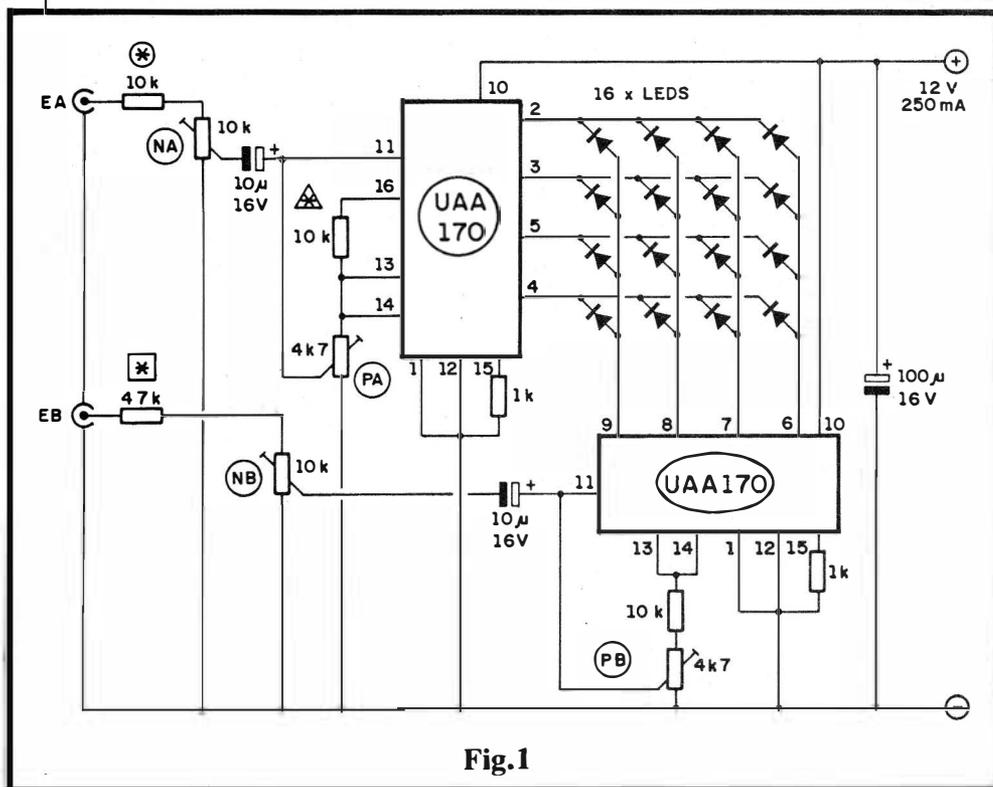

Fig.1
- **FIG. 1 - O CIRCUITO** - Os dois UAA170 controlam, através das suas saídas matriciadas, os "eixos" "X" (horizontal) e "Y" (vertical) aos quais estão eletricamente ligados os 16 LEDs, dispostos em quadrado (4 LEDs de lado). Para um rápido "entendimento" de como o **display** é comandado, tomemos como exemplo um LED específico, aquele no canto interior esquerdo do "quadrado" de 16 pontos... O dito LED **apenas acenderá** quando a Saída correspondente ao pino 9 do UAA170 de baixo (canal B) encontrar-se eletricamente "alta" e, no mesmo instante, encontrar-se "baixa" a Saída correspondente ao pino 4 do Integrado do alto (canal A). Qualquer outra "combinação de estados" ou níveis nas ditas duas Saídas, **não**